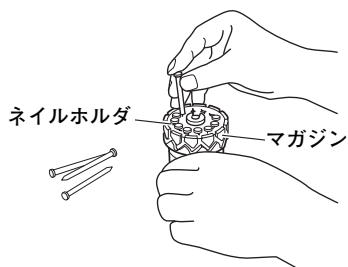

図 11
- 取りはずしたマガジンに釘を入れます。このとき、釘は釘頭がネイルホルダの位置まで入るように押し込んでください。(図 11)